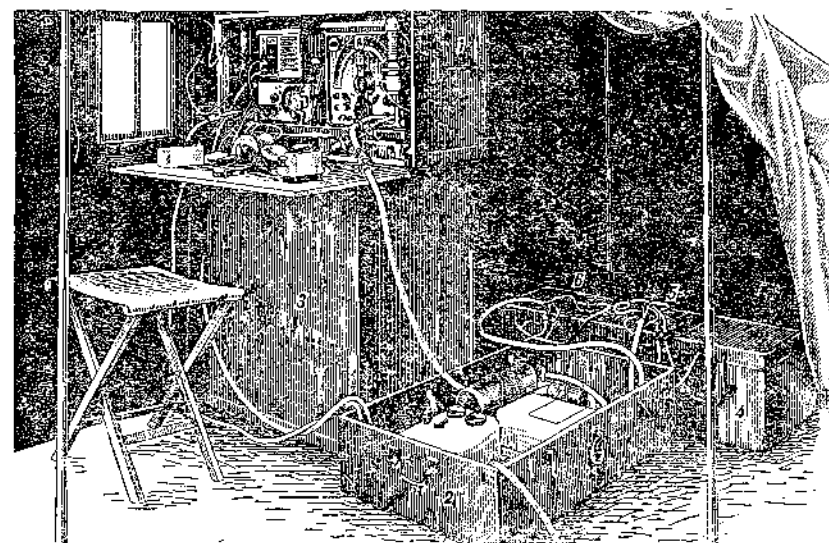

Рис. 100. Размещение аппаратуры в палатке
- 6) Снять с ящика № 3 крышку и поставить ее у левого окна внутри палатки (рис. 100).